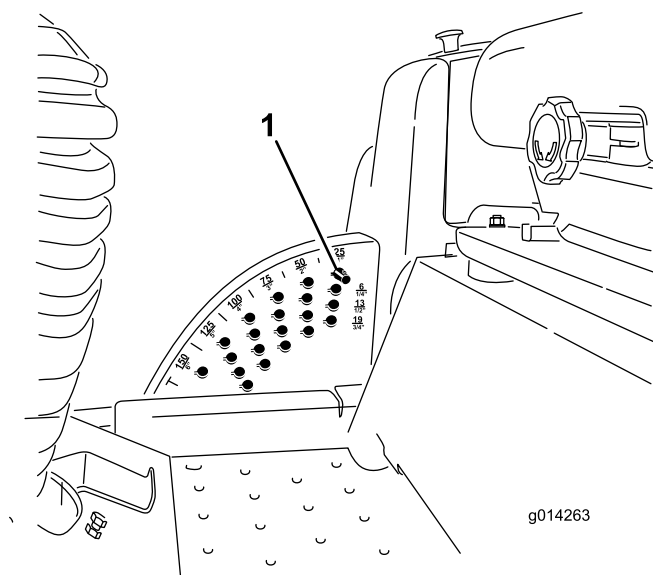

Рисунок 16
Примечание: Чтобы зафиксировать деку газонокосилки в поднятом положении, поднимите деку в последнее положение 15 см, вытащите стопорный штифт высоты скашивания (см. «Регулировка высоты скашивания») и вставьте стопорный штифт положение высоты скашивания 15 см (Рисунок 16).
1. При работающем двигателе нажимайте выключатель подъема деки назад, пока дека газонокосилки не поднимется полностью, и **немедленно отпустите выключатель** (Рисунок 16).
2. Чтобы отрегулировать высоту скашивания, поверните стопорный штифт так, чтобы его выступы совпали с прорезями в отверстии кронштейна высоты скашивания, и вытащите штифт (Рисунок 16).
3. Выберите отверстие в кронштейне высоты скашивания, соответствующее необходимой высоте скашивания, вставьте штифт и, нажимая на него, поверните так, чтобы он зафиксировался в отверстии (Рисунок 16).
Примечание: На кронштейне есть четыре ряда отверстий (Рисунок 16). Верхний ряд дает вам высоту скашивания, указанную над штифтом. Второй ряд дает вам указанную высоту скашивания, плюс 6 мм. Третий ряд дает вам указанную высоту скашивания, плюс 12 мм. Четвертый ряд дает вам указанную высоту скашивания, плюс 18 мм. Для положения 15,8 см есть только одно отверстие, расположенное во втором ряду. Это положение соответствует высоте скашивания 15,8 см, и к нему не добавляется 6 мм.